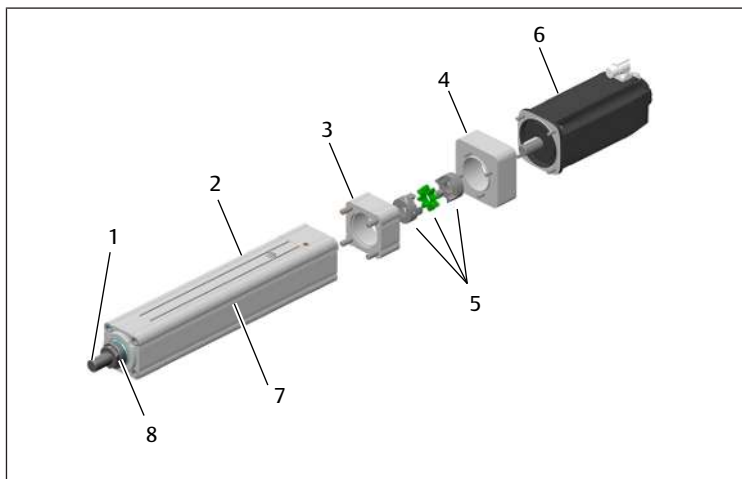

Fig. 5: Visão geral (tamanho 100 mm)
- Para o tamanho 100 mm. Consulte → Fig. 5.